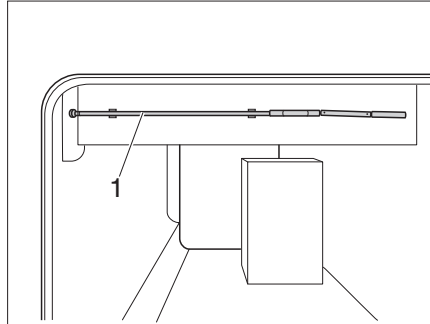

Bild 152 Kurbel zur Höhenverstellung
- Kurbel (Bild 152,1) aus der Halterung nehmen.